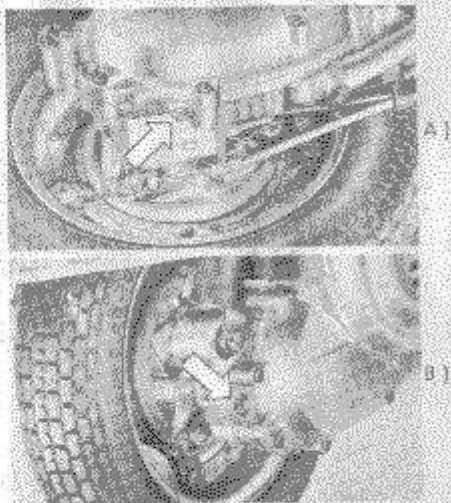

Fig. 11 - Foro di scarico «A» e carico «B» dell'olio del motore.
- 2) - Il livello dell'olio nella scatola del cambio: svitare il tappo portante la dicitura « OLIO » (fig. 11) e verificare che il livello, a moto diritto, sfiori il foro.
nel cambio (ved. fig. 11 e norme a pag. 22) e controllare che non si siano allentati dadi e bulloni; particolarmente i dadi che fissano le ruote.
Vuotare il carter dal foro di scarico (ved. fig. 11).